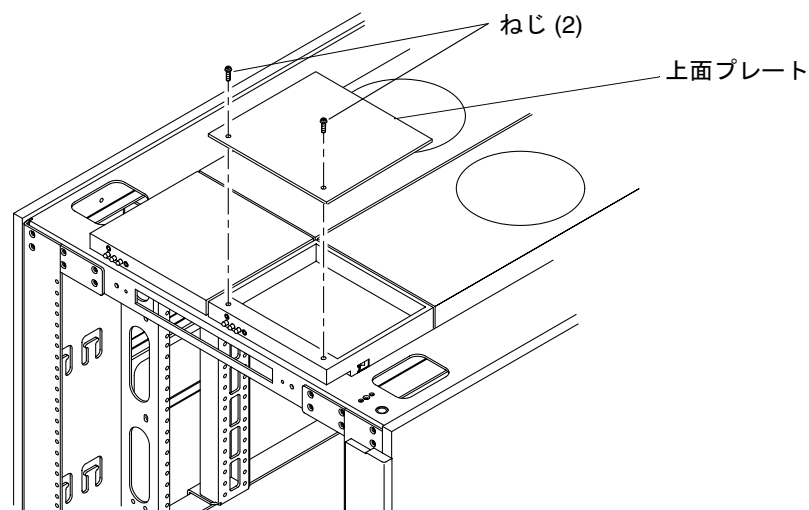

図 6-3 ファントレーの上面プレート
- ファンアセンブリの上面プレートから2つのねじを緩め、取り外します (図 6-3)。